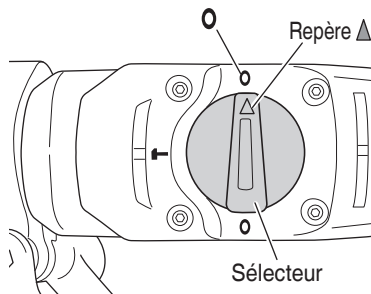

Fig. 3
- (1) Comme illustré sur la Fig. 3, il sera possible de modifier librement l'angle de la lame si le ▲ du levier du sélecteur est aligné sur le ○ du couvercle de la manivelle.